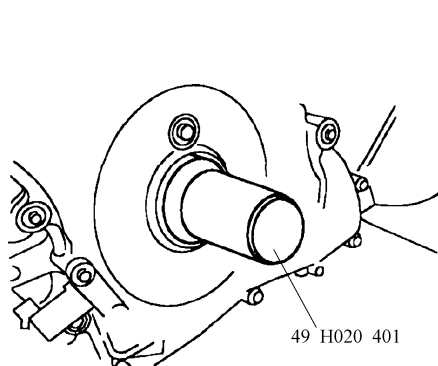
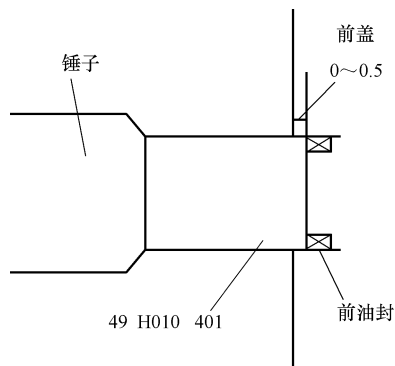

图 25-38 用专用工具压入前油封
图 25-39 前油封压入量
- 3) 按照图 25-38 和图 25-39 所示, 用专用工具压入前油封, 压入量为 $0 \sim 0.5 \text{ mm}$ 。